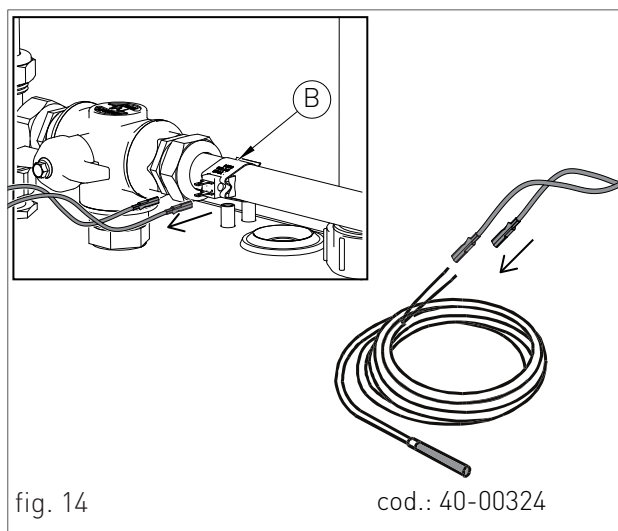

fig. 14
- › Débrancher les deux faston de la sonde recirculation (voir B-fig. 14), et les brancher dans la sonde pourvue en option pour l'accumulation (référence: 40-00324, voir fig. 14). Introduire la sonde pour l'accumulation, dans la porte-sonde de la cuve.